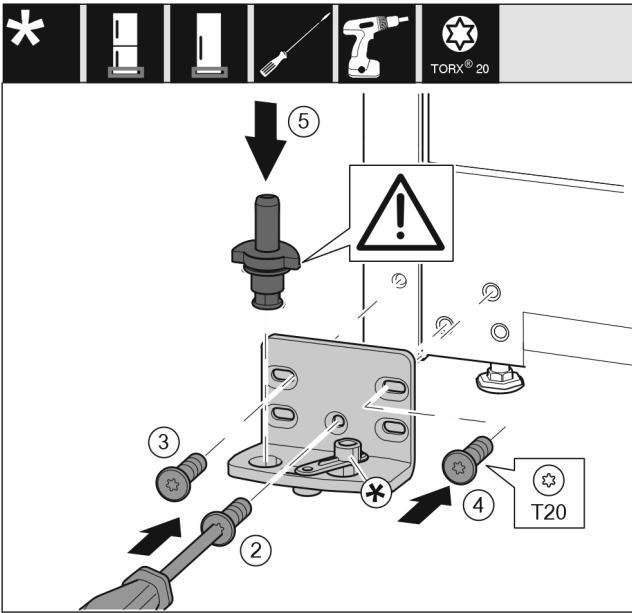

Fig. 14
- Vendosni bazamentin mbështetës në anën tjetër dhe mbërthejeni me ndihmën e një kaçavide T20. Filloni me vidën 2 poshtë në mes. Fig. 14 (2)
- Mbërtheni fort vidën 3 dhe 4. Fig. 14 (3,4)
- Vendosni komplet në vend bazamentin mbështetës. Këtu bëni kujdes që gungat e kapjes të jetë të kthyera nga poshtë. Fig. 14 (5)